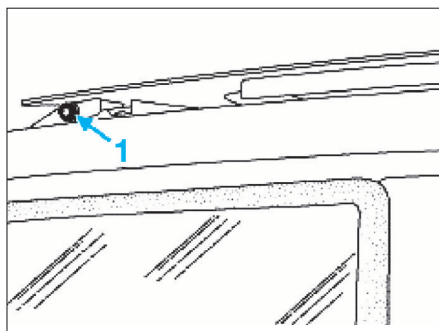

FIG. 102
- Déposer les vis arrière (1) du panneau mobile (Fig.102).